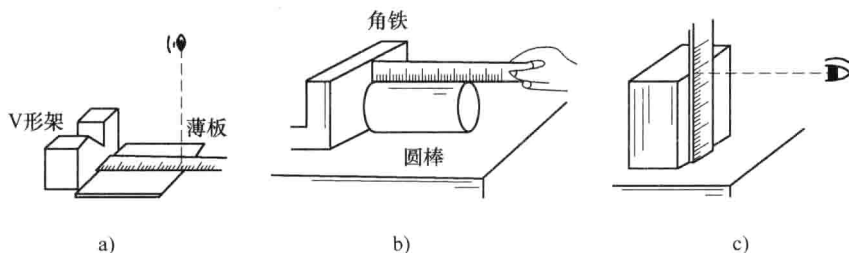

图 1-12 金属直尺的使用
(1) 检查金属直尺 主要检查金属直尺是否弯曲,分度是否清晰,端面及侧面是否有磨损现象。
(2) 放置金属直尺 将V形架或角铁的平面与工件测量长度方向面靠紧,金属直尺零线端部靠在V形架或角铁平面上,如图1-12所示。